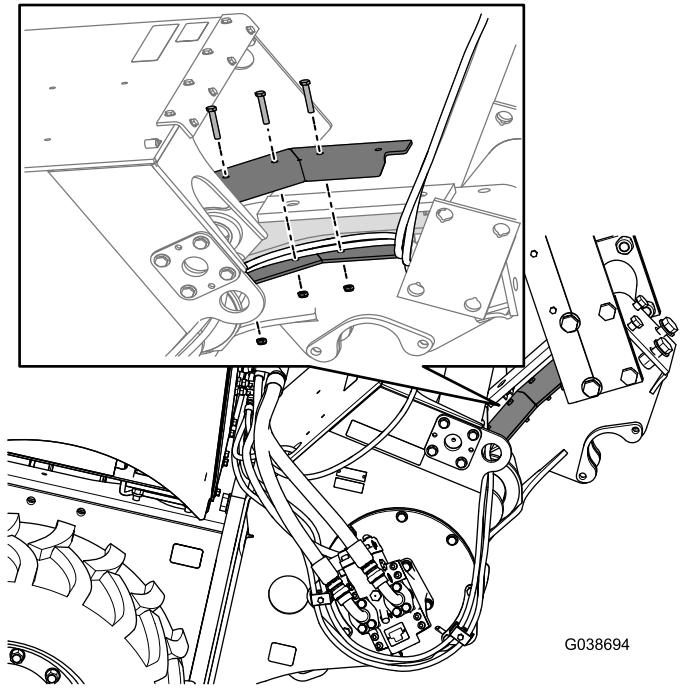

図 7
- 上下のアングルコンジットをフレーム上のブーム取り付けプレートに取り付けるボルト3/8 x 2-1/2 インチ3本と六角ナット3/8 インチ3個を使用して図7のように取り付ける。